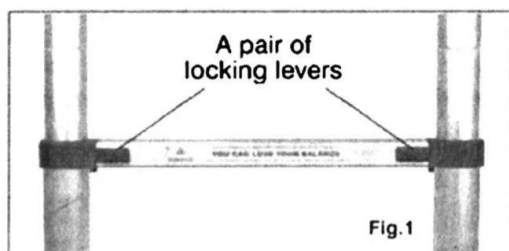

Fig.1
- Upplåst läge (se bild 1 nedan): Det finns ett mellanrum mellan knapparna och Spar-enheten.
2. Varje mekanism är ansluten till ett lås som alltid är synligt på utsidan (se Fig. 1).